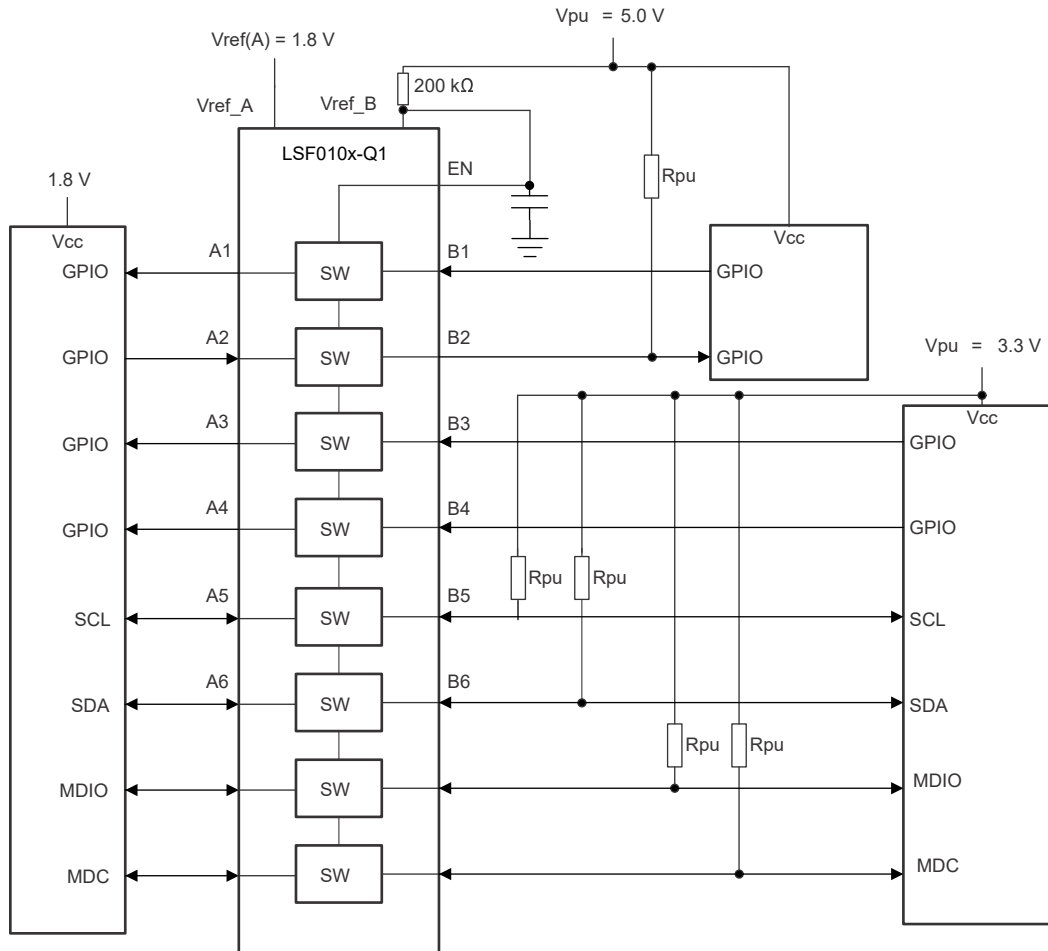

図 9-6. LSF010x-Q1 によるマルチ電圧変換
各チャンネルの電源電圧 ( $V_{PU}$ ) は、プルアップ抵抗により個別に設定可能です。図 9-6 に、この混合モードのマルチ電圧変換の例を示します。マルチ電圧変換の詳細については、『LSF ファミリーを使用したマルチ電圧変換』ビデオを参照してください。
**代表的な動作 ( $V_{ref\_B} > V_{ref\_A} + 0.8V$ ):** このシナリオでは、図 9-6 のチャンネル 1 および 2 に示すように、適切な降圧変換のために A 側にプルアップ抵抗は必要ありません。デバイスの標準動作モードでは、B から A への降圧変換時に、A 側の I/O ポートが  $V_{ref\_A}$  にクランプされ、適切な電圧変換が行われます。デバイスの動作の詳細については、『LSF ファミリーを使用した降圧変換』ビデオを参照してください。